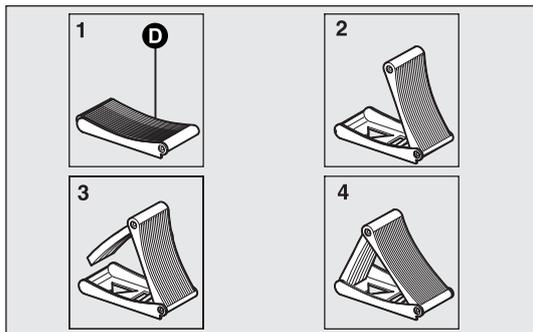

fig. 134a
- prelevare il cuneo D dalla borsa attrezzi e aprirlo a libro secondo lo schema illustrato in fig. 134a;